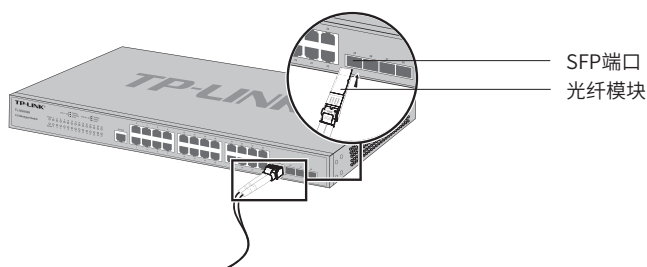

图3-2 SFP端口连接示意图
1. 从侧面抓住光纤模块, 将其沿交换机SFP端口插槽平滑插入, 直至光纤模块与交换机紧密接触为止, 如图3-2所示;